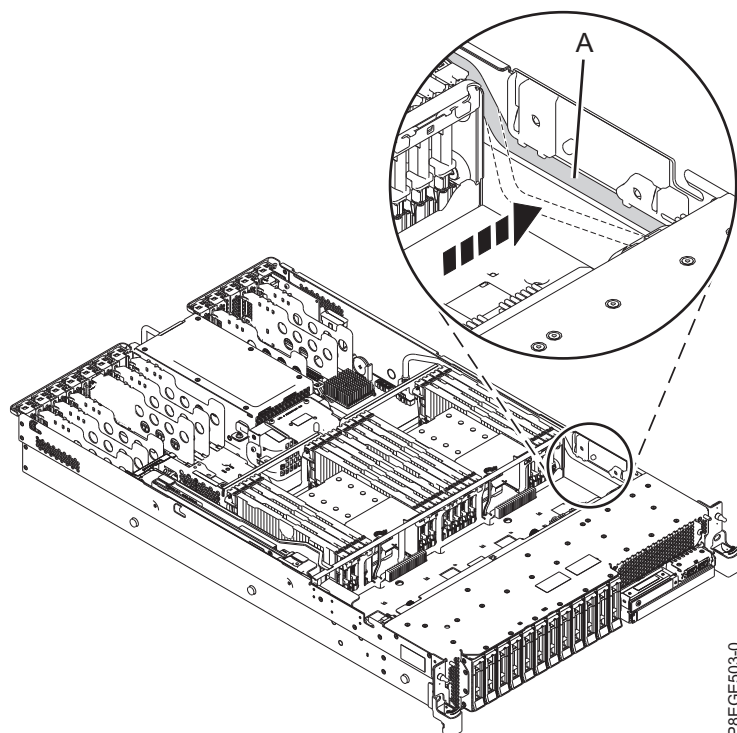

Figura 5. Instal·lació del cable frontal USB al canal de cables
5. Empenyeu el cable frontal USB (A) a la placa posterior del sistema tal com es mostra a Figura 5.